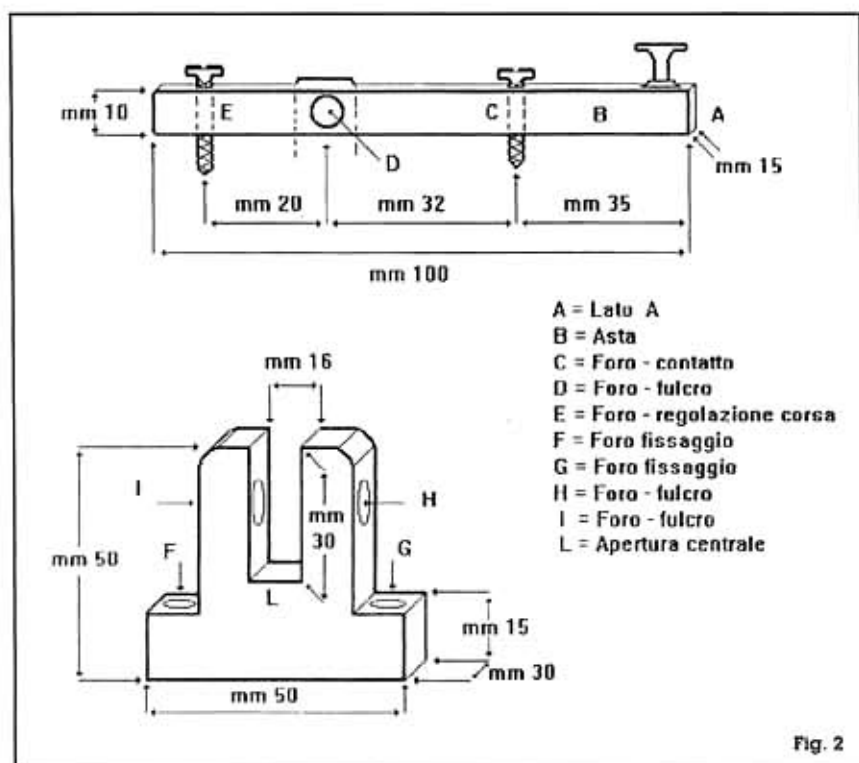

Fig. 2
circa (fig. 2).
con un fulcro l'asta si ricaverà da un parallelepipedo di ottone (fig. 2), delle dimensioni di 50 x 50 x 30 mm; con una sega pratichiamo un'apertura centrale, larga 16 mm e profonda (L) 30 mm, poi completiamolo, per poterlo fissare con due viti alla base in legno (F - G) e con il foro - fulcro (H - I).